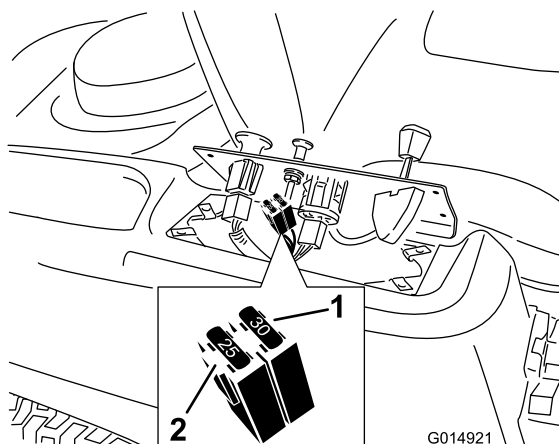

Figura 41
2. Levante el panel de control para tener acceso al arnés de cables principal y al bloque de fusibles (Figura 41).
3. Para cambiar un fusible, tire del fusible para retirarlo (Figura 41).